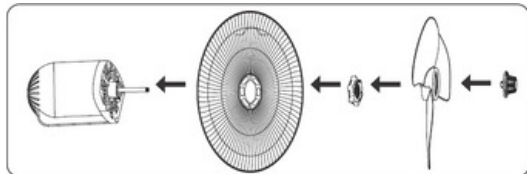

Fig. 3
3. Instalați grila din spate, piulița de plastic, lamele și rotorul lamelor pe arborele motorului și fixați-le în poziție (Fig. 3).